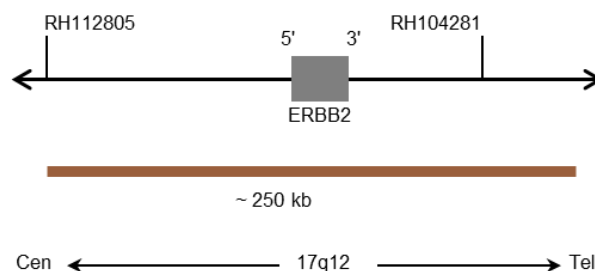

Abb. 1: SPEC ERBB2 Sondenlokalisation (nicht maßstabsgetreu)
- Digoxigenin-markierten Polynukleotiden (~1,8 ng/μl), die gegen Sequenzen in 17q12* (chr17:37,725,661-37,973,541) gerichtet sind, welche die ERBB2-Genregion enthalten (siehe Abb. 1).